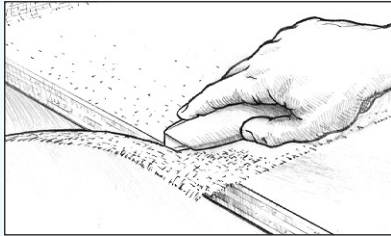

Figura 25 Recorte la tela sobrante después de que el epoxi se haya gelificado pero antes de que se endurezca.
8. Recorte la tela sobrante y la solapada (Figura 25) una vez que el epoxi ha llegado a la fase inicial de curado. La tela se corta fácilmente con un cutter siempre que el epoxi no se haya curado del todo. Si se requiere, recorte la tela solapada de la forma siguiente.